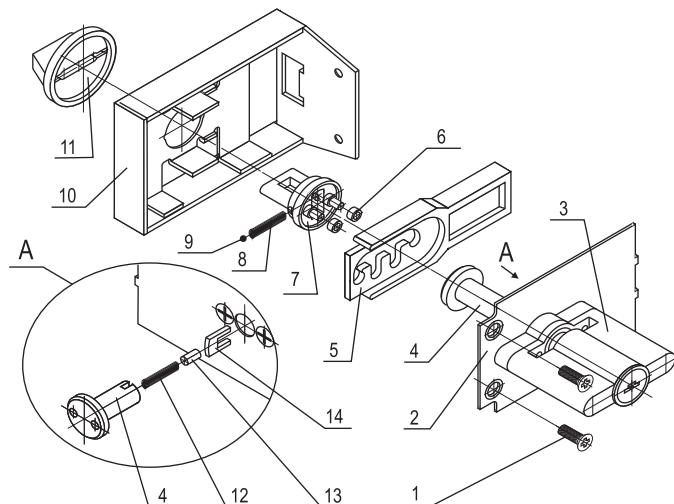

Рис.2
#### ТЕХНИЧЕСКОЕ ОБСЛУЖИВАНИЕ (см. рис. 2)
1. Разборка замка (см. рис. 2).
2. Сборку производить в обратном порядке, располагая детали, в соответствии с рис. 2.